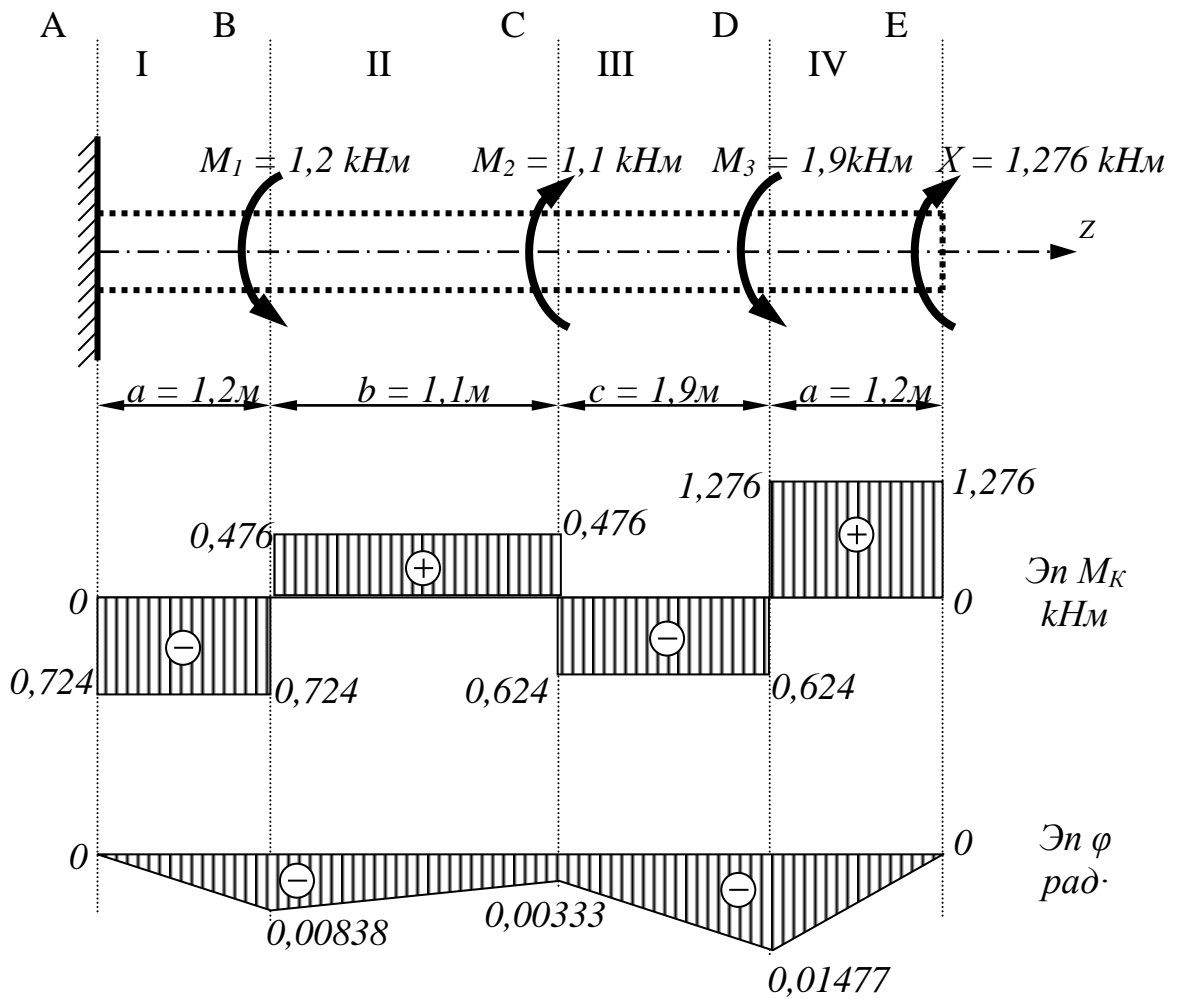

Рис. 6 Побудова епюр крутних моментів і кутів повороту перерізів
3) За отриманими результатами побудуємо епюру крутних моментів M_{KP} (рис. 6).